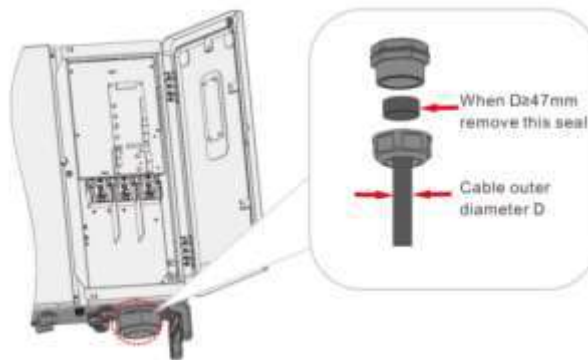

Fig. 4-30 Conector CA impermeable
- 3) Afloje la tuerca giratoria del conector impermeable CA y seleccione una junta según el diámetro exterior del cable (Fig. 4-30). Conduzca el cable a través de la tuerca giratoria, junta y terminal de cableado sucesivamente.